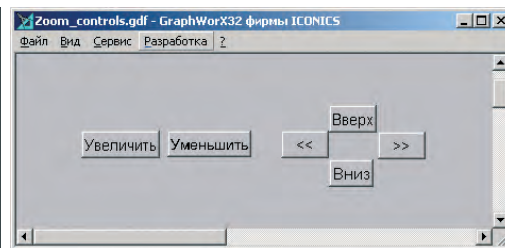

Рис. 18. Вспомогательная экранная форма
1. Создать экранную форму, содержащую кнопки управления масштабом, которая будет открываться из основного экрана (рис. 18).